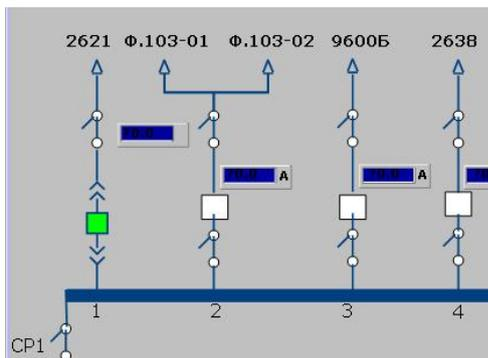

Рисунок 431 – Пример ячейки КРУ, размещённой на схеме
- по необходимости подобрать размер элемента, установить цвет контура, задать толщину контура и разместить на схеме (рисунок 431).